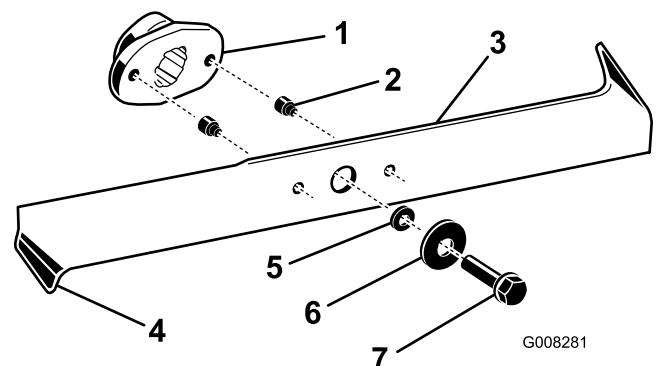

Figure 39
2. Examinez le tranchant des lames (Figure 39). Si elles ne sont pas tranchantes ou si elles présentent des indentations, déposez et affûtez les lames (voir Aiguisage des lames).
- Inspectez les lames, surtout les bords recourbés (Figure 39). Si vous remarquez que les lames sont usées ou endommagées à ces endroits, remplacez-les immédiatement.
- Si les goupilles de cisaillement sont cassées, remplacez-les immédiatement (Figure 39).
- Enlevez les boulons, les rondelles et les lames (Figure 39). Pour enlever le boulon, bloquez éventuellement la lame en introduisant une cale en bois entre la lame et le carter de tondeuse.
- Montez les lames, les rondelles et les boulons de fixation (Figure 39).